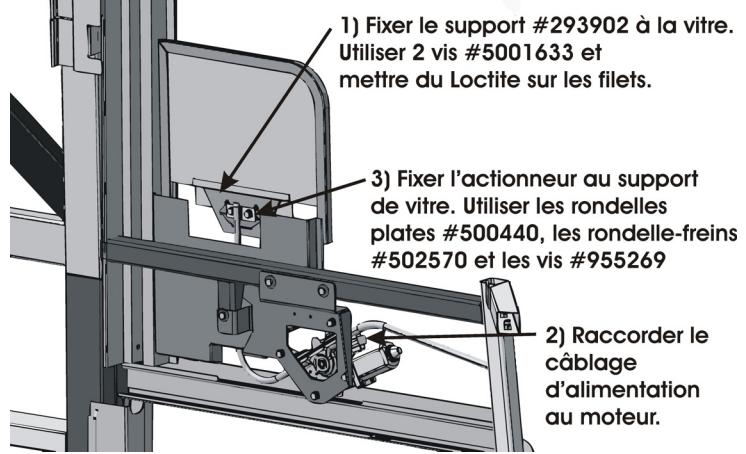

FIGURE 5
11. Suivre les 3 étapes de la figure 5. Pour réaliser l'étape 3, il est possible que vous ayez à utiliser le moteur électrique pour positionner l'actionneur afin qu'il puisse être assemblé au support de vitre. Surtout ne pas tirer sur l'actionneur. Celui-ci doit être déplacé à l'aide du moteur. Remettre momentanément l'alimentation électrique sur le moteur en plaçant l'interrupteur principal d'alimentation à la position ON.